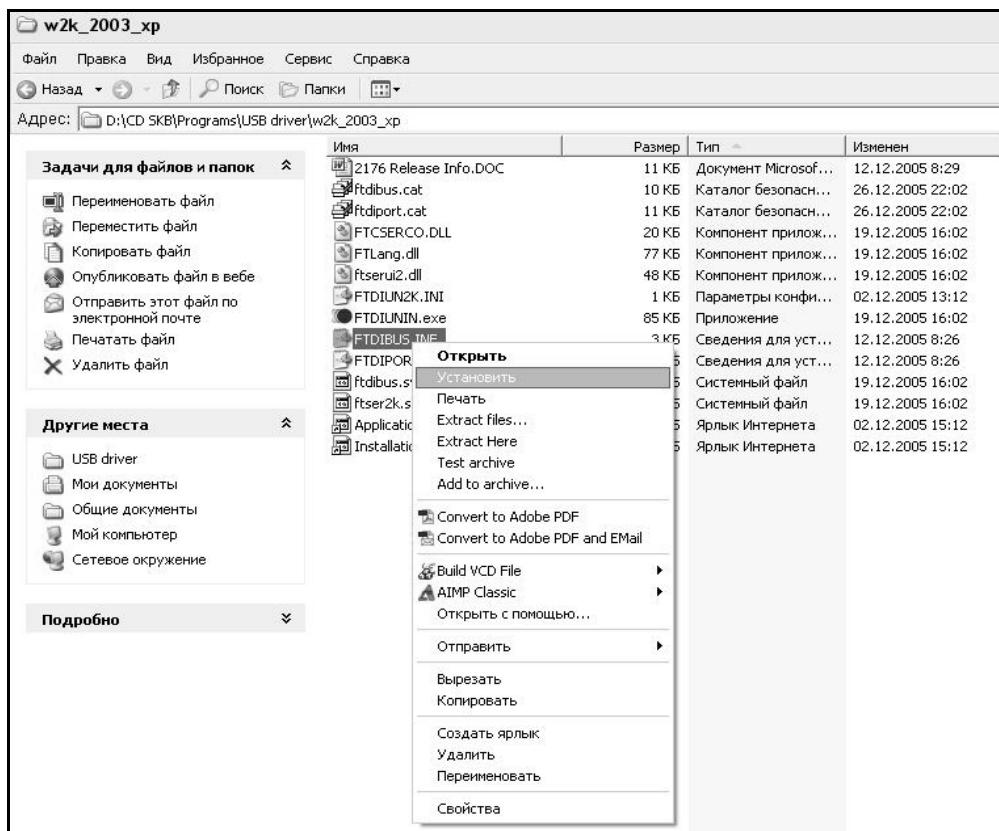

Рисунок 8 - Окно ручной установки драйвера
- нажать правой клавишей мыши на файле FTDRIBUS.INF в выпадающем меню выберите пункт «Установить» (см. рис. 8);